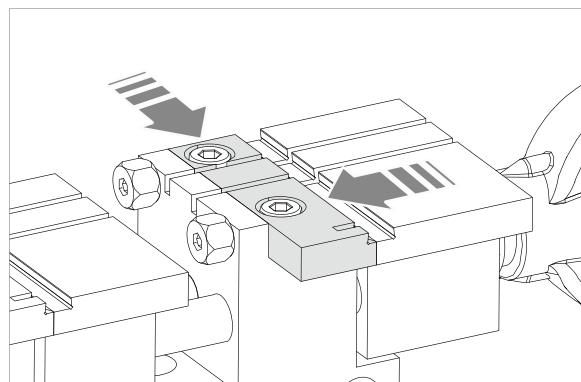

Fig. 53
- 3) Situar la nueva quijada contra la pared izquierda y ha de sobresalir todo lo posible hacia el operador (Fig. 53).
- 6) Con la palanca (C), bloquear el carro mordazas hacia el cuerpo de la máquina.
- 7) Con la palanca (J), bajar completamente el carro vertical y bloquearlo con el botón (R).
- 8) Tener cuidado de que las herramientas se encuentren situadas frontalmente respecto de las quijadas fijas; con la palanca (C), mover el carro mordazas hacia el operador hasta que ambas herramientas (TE01 y FE01) estén en contacto con las dos quijadas correspondientes .